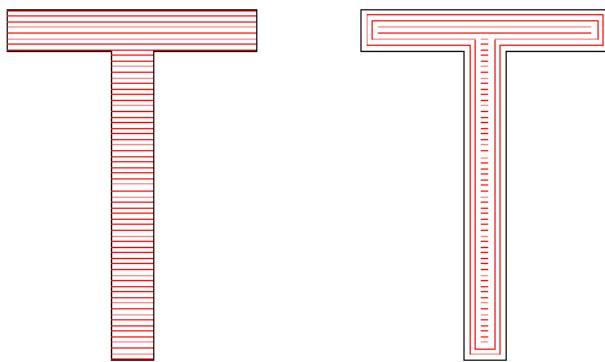

Рис. 3-11 NumLoops
**NumLoops:** Количество линий кольцеобразной штриховки до линий стандартной штриховки (Рис. 3-11).